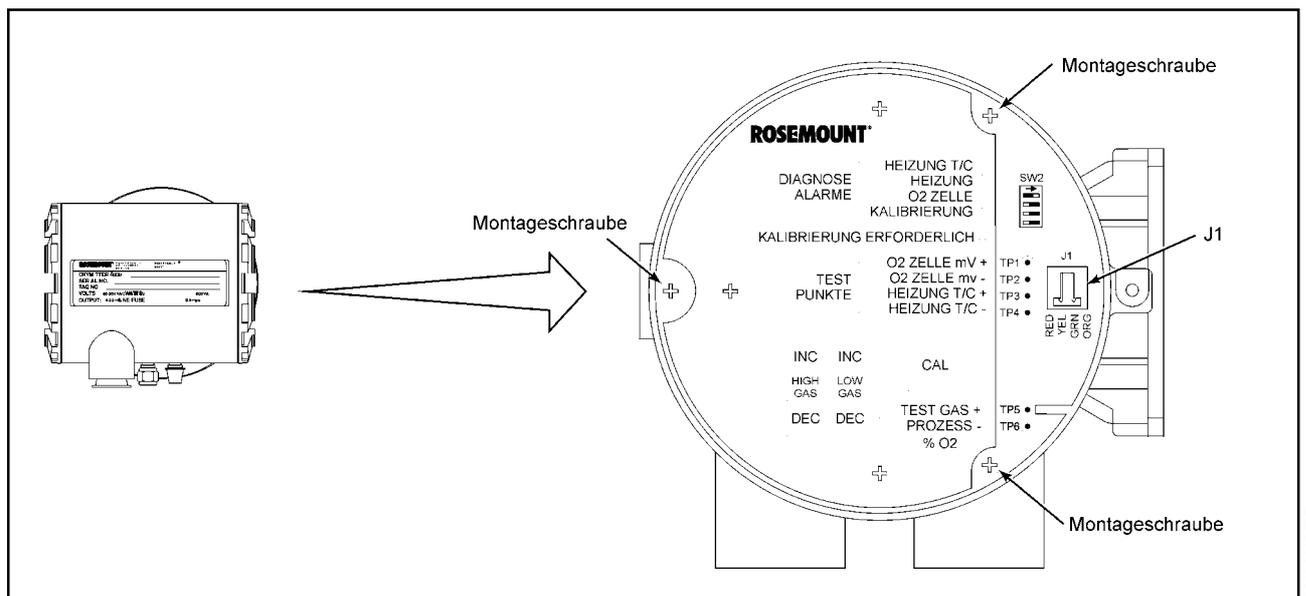

Abbildung VI-5 Elektronik mit keypad Oxymitter 4000
- ❑ **Schritt 3** Ziehen Sie nun den Stecker J1 aus der Buchse J1 (vgl. Abb. VI-5), indem Sie den Stecker zusammendrücken und dann nach oben abziehen (T/C & Zelle). Lösen Sie dann die 3 Montageschrauben, die den Elektronikblock im Gehäuse befestigen (siehe Abb. VI-5).
- ❑ **Schritt 2** Ziehen Sie nun den Stecker J1 aus der Buchse J1 (vgl. Abb. VI-5), indem Sie den Stecker zusammendrücken und dann nach oben abziehen (T/C & Zelle). Lösen Sie dann die 3 Montageschrauben, die den Elektronikblock im Gehäuse befestigen (siehe Abb. VI-5).